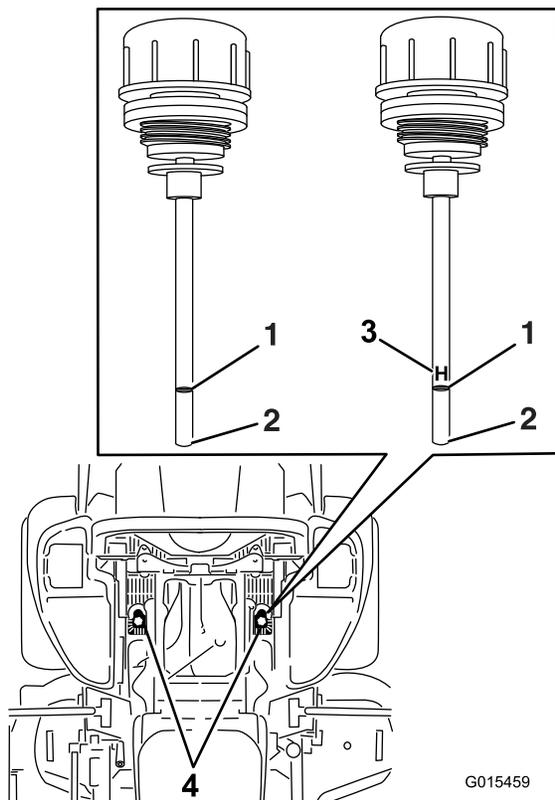

Figure 96
5. Nettoyez la surface autour des jauges des réservoirs du système hydraulique (Figure 96).
6. Sortez une jauge du réservoir hydraulique (Figure 96).
8. Ressortez la jauge et examinez l'extrémité (Figure 96).